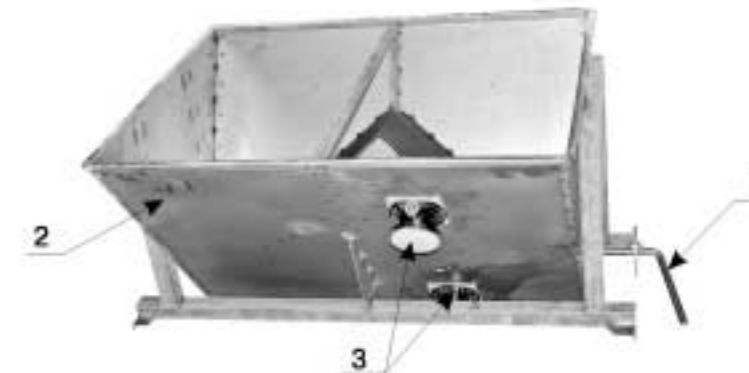

Рис.11
4.7. Бункер загрузочный (рис. 11) служит для накопления материала и его равномерной подачи по всей ширине на верхний стан машины.